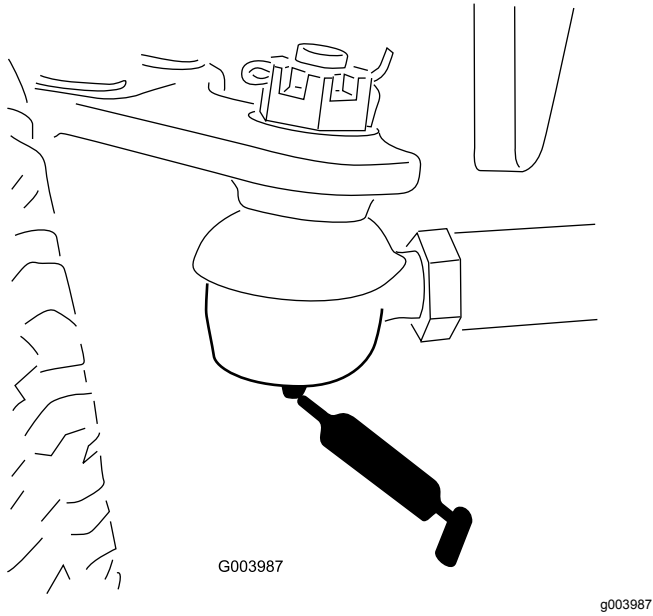

Figura 80
- Tirante del eje trasero (2) (Figura 80)